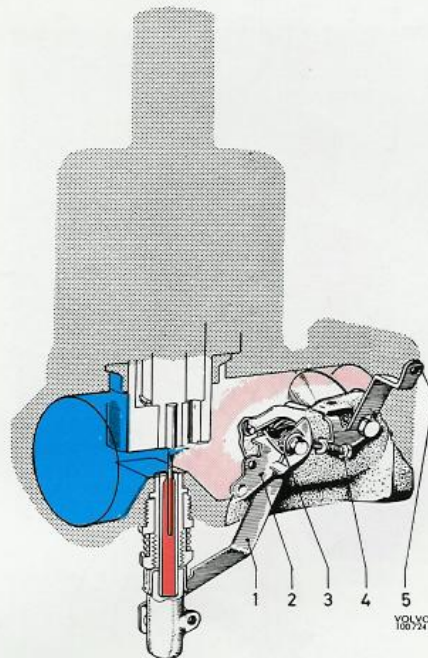

Bild 15. Förgasare, snabbtomgång.
När reglaget dras ut, trycks hävarens (3) yttre ända nedåt och påverkar munstycket så att det trycks ned. Dessutom påverkas snabbtomgångsskruven av kammen på hävaren (2, bild 15) och gasspjällen öppnas något.
Då chokereglaget dras ut påverkas även gasspjällen. Hävarmen (2, bild 15) är i ena ändan utformad till en kam, vilken trycker på snabbtomgångsskruven (4) varigenom gasspjällen öppnas. Motorn erhåller på så sätt ett högre tomgångsvarvtal under den tid chokereglaget är utdraget.